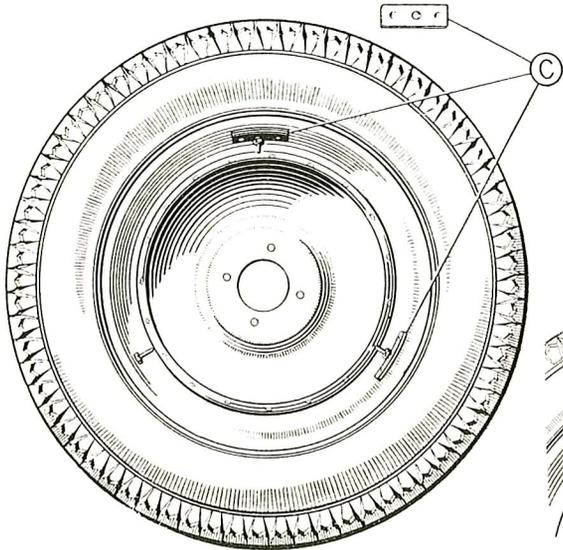
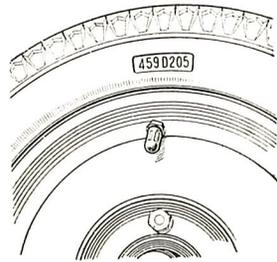

Fig. 30. - Applicazione dei contrappesi per l'equilibratura delle ruote.
Fig. 31. - Posizione del numero di matricola del pneumatico in corrispondenza della valvola.
Ogni ruota è equilibrata in Fabbrica mediante l'apposizione di piastrine-contrappeso (C), fissate per mezzo di dadi in uno o due punti della periferia del cerchione, dal lato interno della ruota stessa (fig. 30). Prima di tale equilibratura, la copertura di ogni ruota viene montata in maniera che il numero di matricola che la contraddistingue si trovi in corrispondenza della valvola del pneumatico (fig. 31). Ciò costituisce un segno di riferimento da osser-